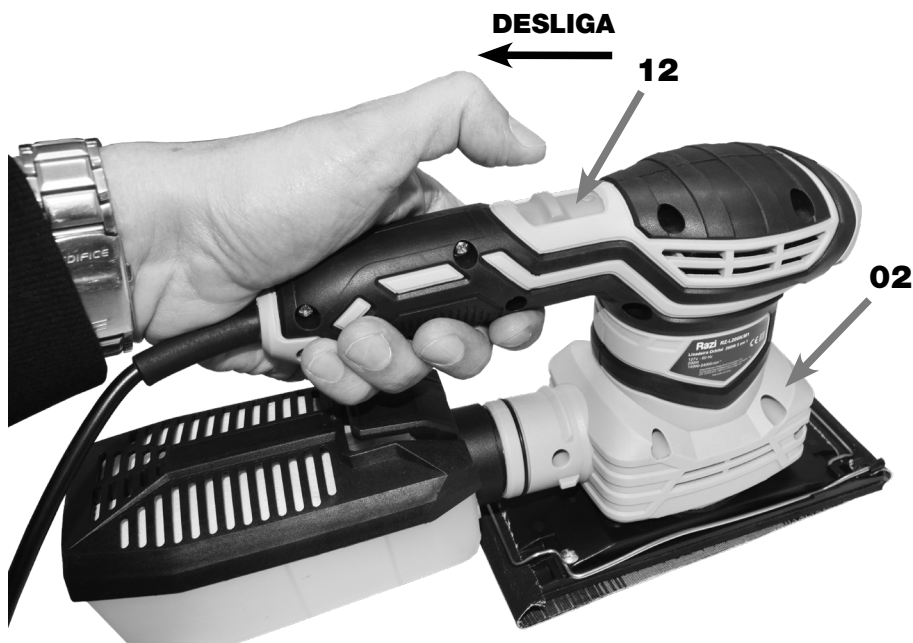

FIGURA 20 - Botão na posição DESLIGADO
Para DESLIGAR o equipamento, POSICIONAR o Botão (12) na posição DESLIGADO (para trás) para cessar os movimentos (figura 20).